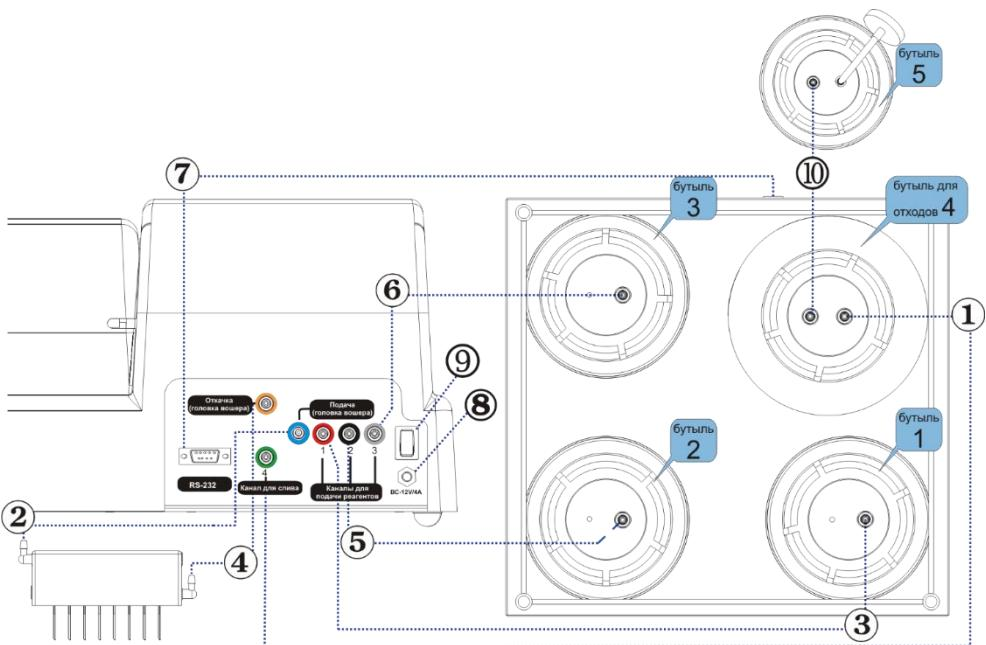

Рисунок 3. Диаграмма сборки
- 4.5.7. Соедините трубкой (рис. 1/7) штуцер промывочной гребенки, по которому подается жидкость, с **синим** штуцером **Подача (гребенка вощера)** на задней панели прибора (рис. 3/2).
- 4.5.8. Соедините трубкой (рис. 1/8) штуцер промывочной гребенки, по которому откачивается жидкость, с **жёлтым** штуцером **Откачка (гребенка вощера)** на задней панели прибора (рис. 3/4).
- 4.5.9. Соедините штуцер **Канал для слива** (4 – **зеленый**) на задней панели прибора трубкой со штуцером двухлитровой бутыли (под номером 4) для сбора отработанной жидкости (рис. 3/1).
- 4.5.11. Соедините бутыль для сбора отработанной жидкости с пол-литровой бутылью под номером 5 (рис. 3/10).
- К штуцеру (1 – **красный**) (рис. 3/3) трубкой (рис. 1/6) подсоедините бутыль с буфером 1.
- К штуцеру (2 – **черный**) (рис. 3/5) трубкой подсоедините бутыль с буфером 2.
- К штуцеру (3 – **белый**) (рис. 3/6) трубкой подсоедините бутыль с буфером 3.
- 4.5.13. Установите трубку промывочной гребенки (рис. 3/2) в прорезь клапана (рис. 2/4). Нажмите на клапан по направлению стрелки и, удерживая его, немножко растянивите трубку, поместите ее в прорезь и отпустите клапан.
- 4.5.16. Если используется **4 CHW Logger**, четырехместный терминал контроля объема жидкости, распакуйте его и вытащите прокладки из-под чашек весов. Установите бутыли на терминал в соответствии с нумерацией. Подключите кабель RS-232 к разъему на задней панели прибора и к терминалу контроля объема жидкости (рис. 3/7).
Перед тем как подключать прибор к сети, убедитесь, что выключатель питания (рис. 3/9) на задней панели прибора находится в положении 0 (выключено).
- 4.6.1. Подключите внешний блок питания к разъему (рис. 3/8) на задней панели прибора.